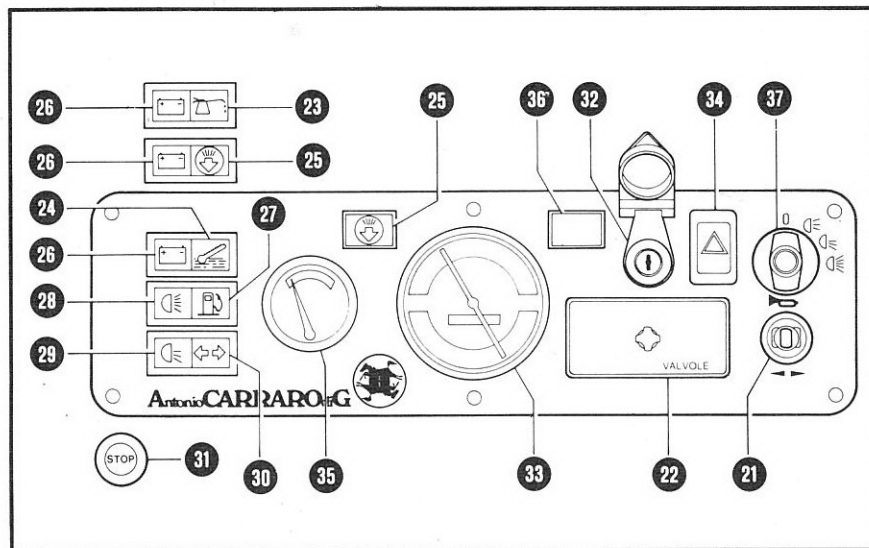

Fig. 12 - Instruments du tableau de bord.
- tirer à fond le pommeau d'arrêt 31 (fig. 12);